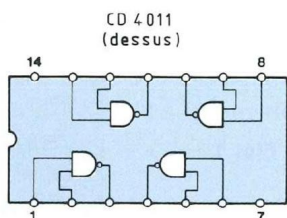

Fig. 3
Livrons-nous à la manipulation dont le schéma de montage nous est proposé par la figure 3 !
Les deux entrées, c et d, de la porte NON OU (2) du CD 4001 sont connectées (ensemble), ce qui a pour conséquence de forcer la sortie de cette porte (2) au niveau 0, lorsque ses entrées c et d se trouvent au niveau 1. Mais un niveau 0 étant appliqué à ses entrées c et d, la porte prend alors le niveau 1 en sortie, comme nous le rappelle sa table de vérité (porte NON OU, figure 3).
La sortie de la porte NON OU (1) est forcée au niveau 1, puisque ses deux entrées sont situées au niveau 0 (table de vérité, figure 3).
Fermons fugitivement le contact de l'interrupteur à bouton-poussoir P ! Nous portons au parfait niveau 1 du (+) alimentation l'entrée a de la porte (1), laquelle était maintenue au niveau 0 du (-) alimentation par R1. Les deux entrées, a et b, de la porte (1) étant alors situées au niveau 1, la sortie de cette même porte prend obligatoirement le niveau 0 (encore la table de vérité, figure 3 !).
L'impulsion "0" apparue en sortie de la porte (1) est répercutée sur les entrées c et d de la porte (2), par le complaisant condensateur C. Les entrées c et d de la porte (2) prenant le niveau 0, la sortie de cette même porte (2) est forcée au niveau 1 (toujours la table de vérité, figure 3 !).